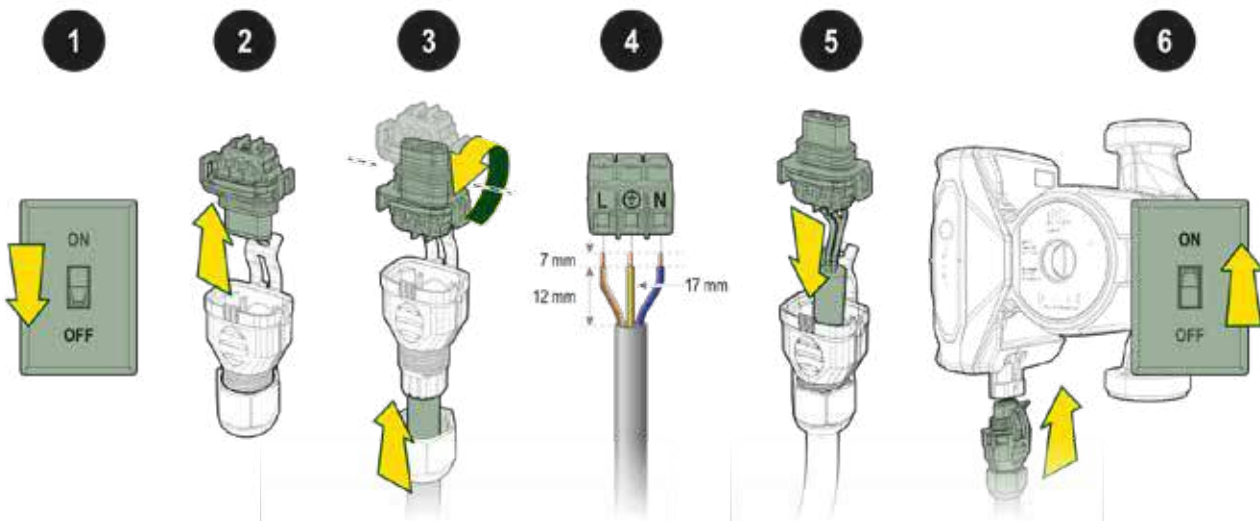

Рисунок. 10
Чтобы выполнить электрическое подключение, выполните следующие действия (см. Рисунок. 10):
Вставьте кабель через гайку, зачистите провода, как показано на рисунке Рисунок. 10 и проденьте его через кабельный ввод. Подключите провода к клеммной колодке в соответствии между фазой (L), нейтралью (N) и заземлением (PE g/v), затяните три винта на проводах;